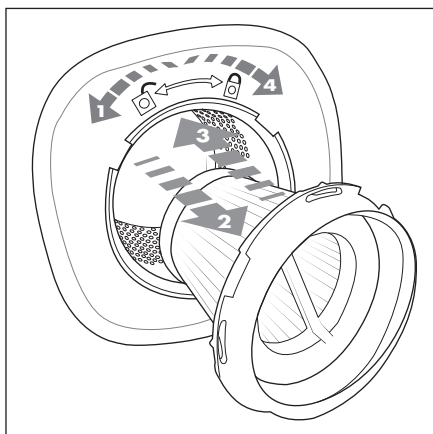

Fig. 5
- 3) Drej EPA-filteret **6** til venstre i retning af ↺-symbolet (åben), indtil det løsnes med en kliklyd, og tag det derefter ud af grovfilteret **7** (fig. 5).
- 6) Sæt først grovfilteret **7** og derefter EPA-filteret **6** ind igen. Sørg for ved indsætning af EPA-filteret **6**, at de tre udkæringer på EPA-filteret **6** sidder ud for de tre holdetapper på grovfilteret **7**. Drej EPA-filteret **6** til højre i retning af -symbolet (lukket), indtil det går i indgreb med en kliklyd (fig. 5).